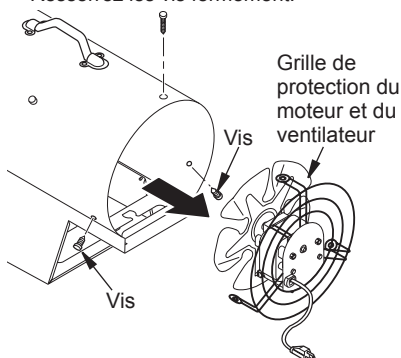

Figure 9 - Installation du moteur et de la grille de protection du moteur dans l'appareil de chauffage
- 11 Positionnez le moteur et la grille de protection du ventilateur à l'arrière de l'habillage de l'appareil de chauffage. Vérifiez que le cordon électrique est bien positionné (voir figure 9).
- 12 Insérez trois vis à travers l'habillage de l'appareil de chauffage et dans la grille de protection du ventilateur (voir figure 9). Resserrez les vis fermement.
8. Installez le moteur et la grille de protection du ventilateur à l'arrière de l'habillage de l'appareil de chauffage. Vérifiez que le cordon électrique est bien positionné (voir figure 9).